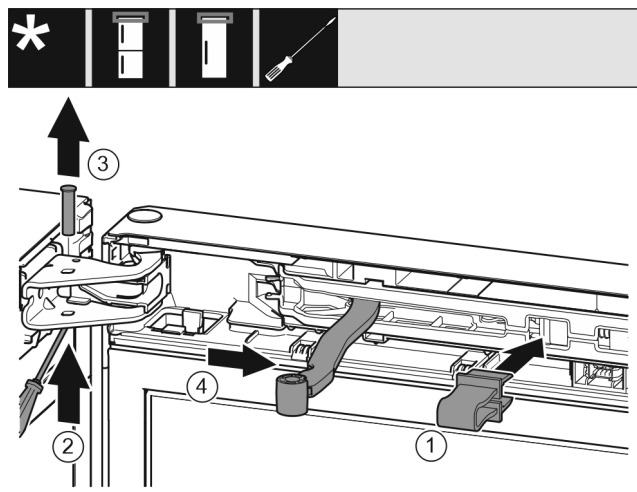

Fig. 9
- ▶ Nofiksējiet aizturi atverē. Fig. 9 (1)
- ▶ Izstumiet tapu ar skrūvgriezi. Fig. 9 (2)
- ▶ Izņemiet ārā tapu uz augšu. Fig. 9 (3)
- ▶ Pagrieziet šarnīru durvju virzienā. Fig. 9 (4)